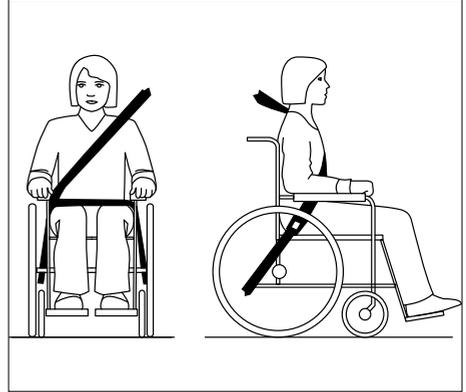

Abbildung 59
- Die richtige Gurtführung geht aus Abbildung 59 hervor.